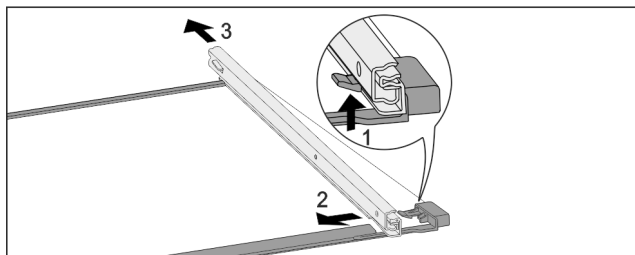

Fig. 159 Ripiano in vetro con guide
- Premere il gancio di fermo anteriore verso l'alto. Fig. 159 (1)
- Far scorrere la guida estraibile di lato Fig. 159 (2) e verso il lato posteriore Fig. 159 (3).